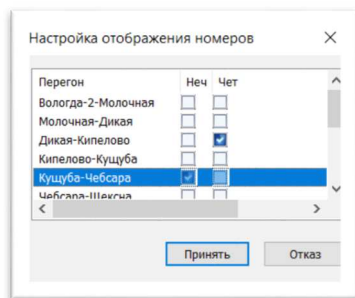

Рис.52. Выбор перегона, на котором будет отображаться номер поезда
6. Для выбора места отображения номеров поездов на нитях нажать кнопку «Настроить» в разделе «Отображение номеров поездов» и поставить галочку напротив соответствующего перегона для четных и нечетных поездов в окне «Настройка отображения номеров». После выбора места отображения номеров нажать кнопку «Принять» (см. рис. 52).